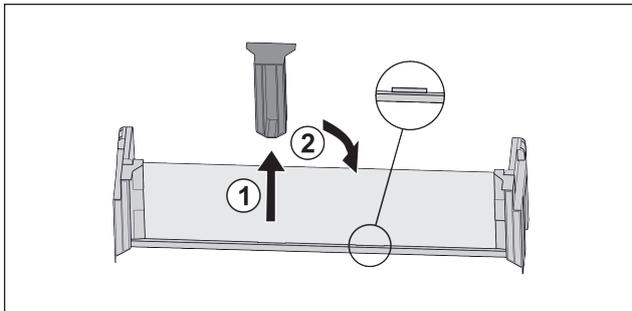

Fig. 83 *
- ▶ Extraire la pièce de retenue centrale Fig. 83 (1).*
- ▶ Insérer la pièce de retenue centrale en deuxième position Fig. 83 (2).*